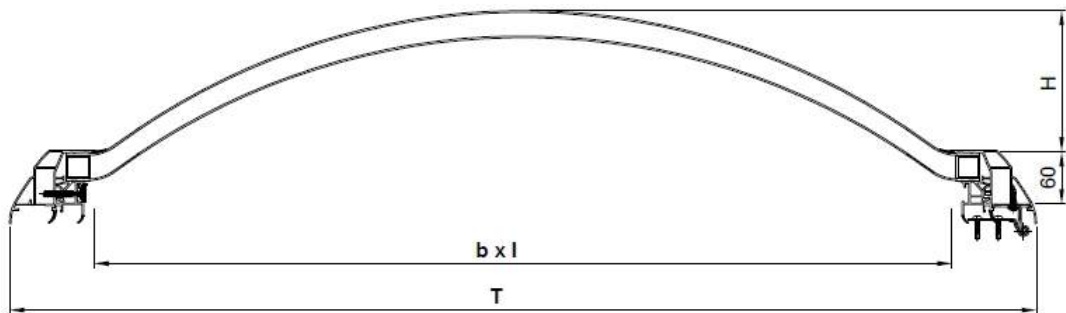

Рис. 2 Зенитный фонарь. Размеры
1.4. Зенитный фонарь имеет стандартные типоразмеры и вес (Рис. 2, Табл. 1).